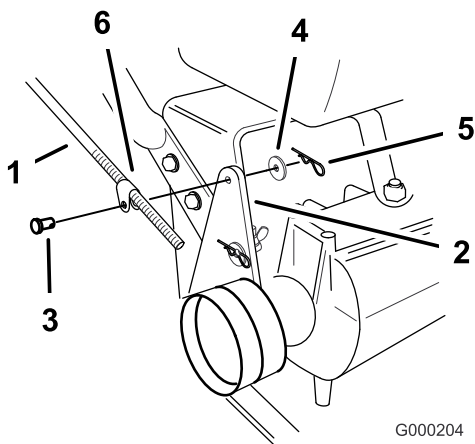

Figura 15
1. Rimuovete la coppiglia, la rondella e il perno con testa che fissano il supporto dell'asta di comando alla staffa di rinvio (Figura 15).